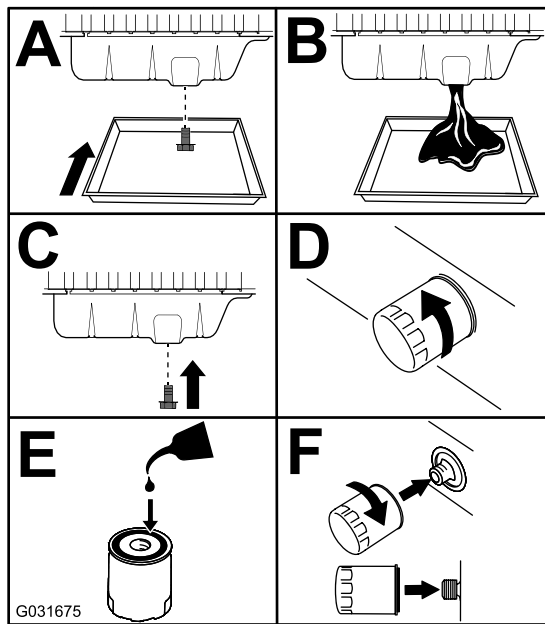

Figura 77
3. Cambie el aceite del motor y el filtro (Figura 77).